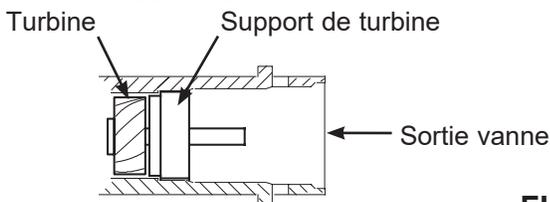

FIG. 9
3. Assurez-vous que la turbine tourne sans entrave côté « sortie » de l'adoucisseur d'eau (voir la figure 9).